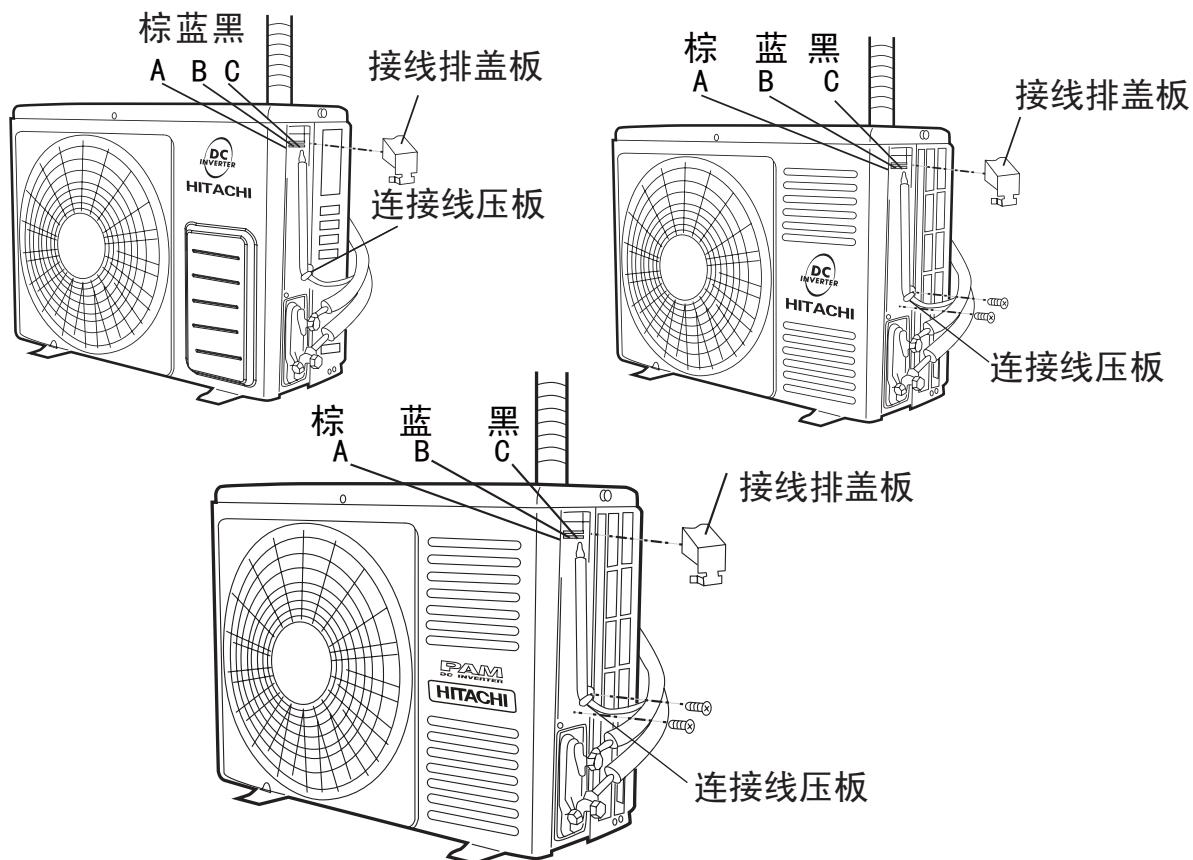

图23
- (1) 将接线排盖板取下。
- (2) 将连接电缆分别按图23正确的牢固连接。(紧固力矩为8~15kgf. cm)